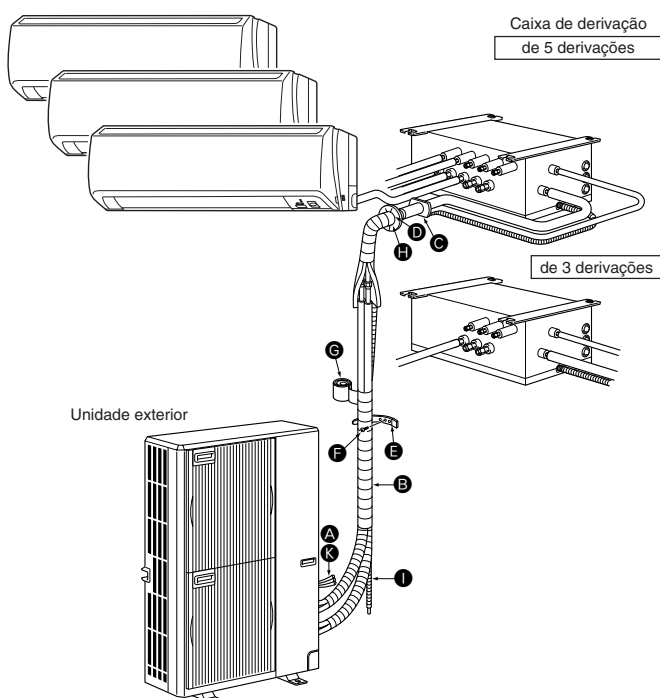

Fig. 2-1
2.1. Antes da instalação (Fig. 2-1)